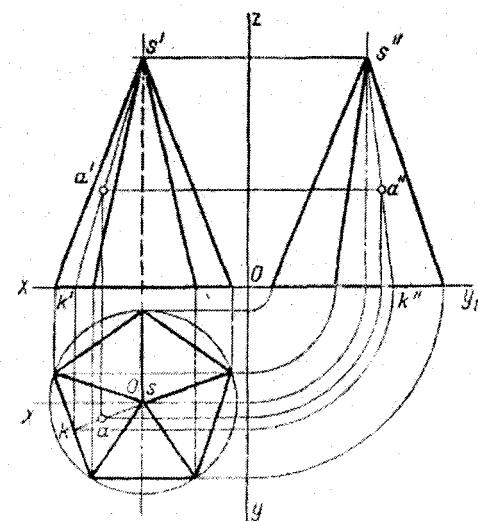

Рисунок 5
Після цього викладач задасть вам точку на фронтальній проекції (т а' рисунок 5), Вам буде необхідно знайти дві інші проекції точки (а – на горизонтальній площині Н, та а'' – на профільній площині W).
2. Проведіть через задану точку та вершину піраміди пряму. Ви отримаєте точки перетину цієї прямої з ребром основи піраміди (т. К' рисунок 5). Опустіть лінії зв'язку з т. К' на горизонтальну проекцію та з'єднайте отриману т. К. з вершиною S на горизонтальній площині. На отримай проекції прямої і буде знаходитись горизонтальна проекція заданої точки – опустіть лінію зв'язку на отриману пряму.